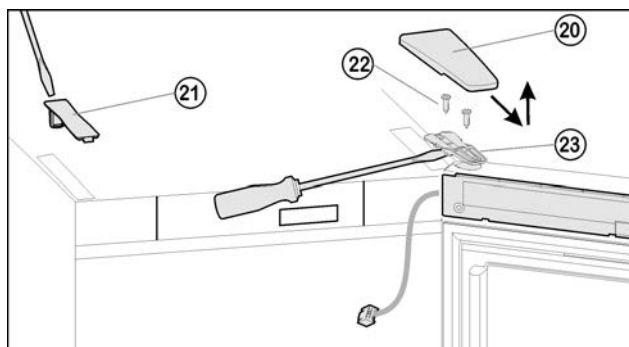
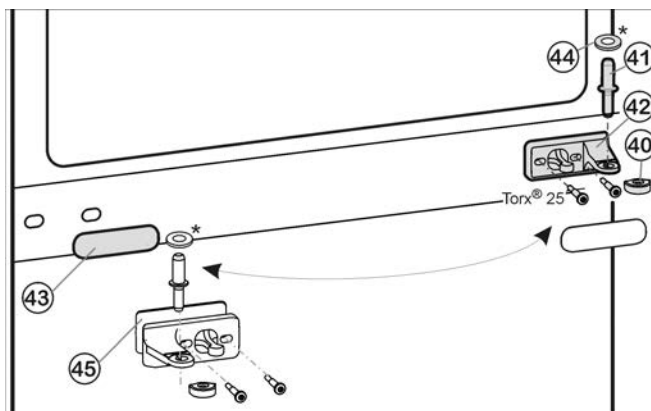
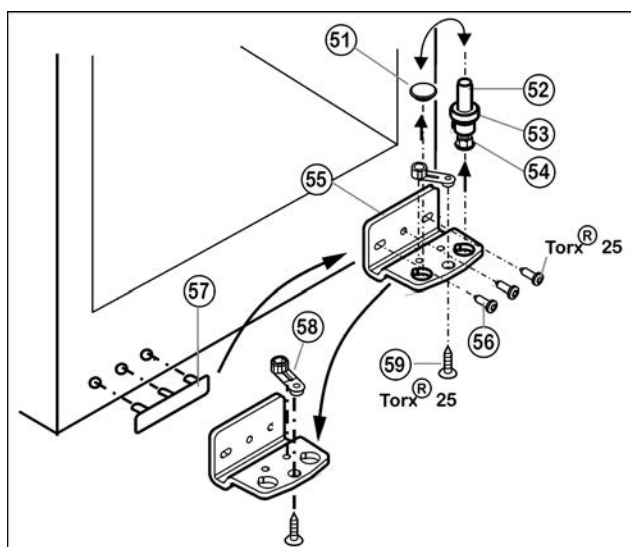

Fig. 6
Fig. 7
Fig. 8
- ▶ Крышку Fig. 6 (20) снимите движением вперед и вверх
- ▶ Снимите крышку Fig. 6 (21).
- ▶ Полностью выверните винты Fig. 6 (22).
- ▶ Снимите дверцу вместе с опорным кронштейном Fig. 6 (23) и кабелем вверх. Для снятия, возможно, понадобится осторожно подцепить опорный кронштейн снизу шлицевой отверткой.
- ▶ Вытащите из опорного кронштейна и нижней дверцы средний опорный палец Fig. 7 (41).
- ▶ Снимите пластмассовый колпачок Fig. 7 (40).
- ▶ Открутите средний опорный кронштейн Fig. 7 (42) (2 шт. Torx® 25).
- ▶ Осторожно снимите накладку Fig. 7 (43).
- ▶ Прикрутите средний опорный кронштейн Fig. 7 (42) с подкладкой Fig. 7 (45) с поворотом на 180° на новую сторону шарнира (с моментом 4 Нм).
- ▶ Защелкните накладку Fig. 7 (43), повернув на 180°, на стороне, где теперь будет ручка.
- ▶ Извлеките опорный винт Fig. 8 (52) в комплекте с шайбой Fig. 8 (53) и регулируемой опорой Fig. 8 (54), вытягивая его вверх.
- ▶ Снимите пробку Fig. 8 (51).
- ▶ Открутите Fig. 8 (56) опорный кронштейн Fig. 8 (55).
- ▶ Открутите Fig. 8 (59) опорную деталь Fig. 8 (58) и, переставив в отверстие на противоположной стороне опорного кронштейна, снова прикрутите.
- ▶ Осторожно снимите и переставьте на противоположную сторону крышку со стороны ручки Fig. 8 (57).
- ▶ Снова прикрутите опорный кронштейн Fig. 8 (55) на новой стороне шарнира (с моментом 4 Нм). При необходимости используйте аккумуляторный шуруповерт.
- ▶ Переставьте пробку Fig. 8 (51) в свободное отверстие.
- ▶ Вновь установите опорный винт Fig. 8 (52) в комплекте с шайбой и регулируемой опорой. При этом фиксатор должен быть направлен назад.
- ▶ Установите дверь сверху на опорный палец Fig. 8 (52).
- ▶ Снова наденьте пластмассовый колпачок Fig. 7 (40) на средний опорный кронштейн Fig. 7 (42).
- ▶ Вставьте средний опорный палец Fig. 7 (41) через средний опорный кронштейн Fig. 7 (42) в нижнюю дверцу.
- ▶ Установите верхнюю дверцу на средний опорный палец Fig. 7 (41), закройте дверцу и установите верхний опорный кронштейн Fig. 6 (23) так, чтобы он защелкнулся в верхней стороне устройства.
- ▶ Закрутите опорный кронштейн Fig. 6 (23) (с усилием 4 Нм). При необходимости просверлите отверстия или используйте аккумуляторную отвертку.
- ▶ Защёлкните крышку Fig. 6 (20) и крышку Fig. 6 (21).
- ▶ При необходимости выровняйте дверцы через два продольных паза в нижнем опорном кронштейне Fig. 8 (55) и среднем опорном кронштейне Fig. 7 (42) параллельно корпусу устройства. Для этого выкрутите средний винт на нижнем опорном кронштейне Fig. 8 (55).